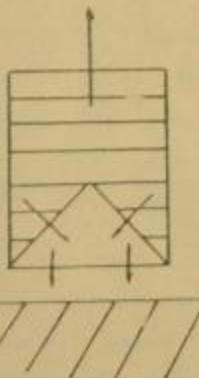

FIG. 192
- Con una carga de estas características, puede hacerse en una plancha de acero una perforación máxima igual a tres veces la medida de la base del cono. Ver Fig. 192